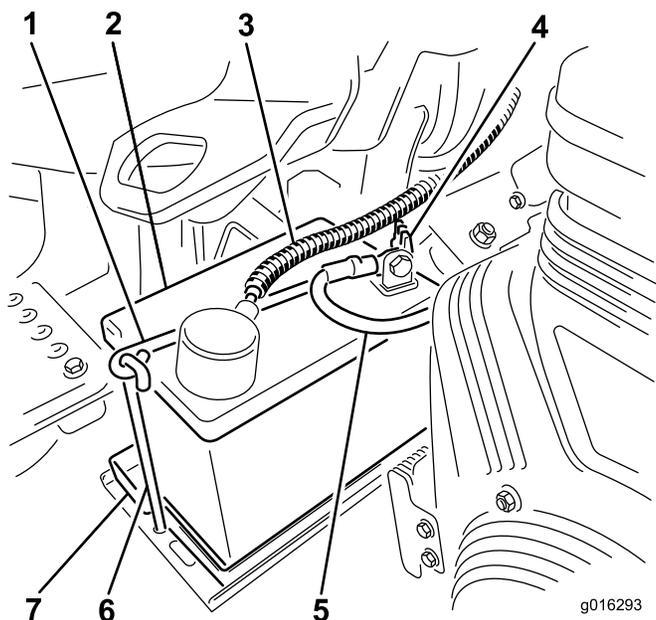

Рисунок 8
7. Поместите аккумуляторную батарею на поддон аккумуляторной батареи и закрепите ее ранее снятыми зажимом и деталями крепления (Рисунок 8).
8. Установите положительный кабель (красный) на положительную клемму (+), а отрицательный кабель (черный) на отрицательную (-) клемму аккумуляторной батареи и закрепите их болтами и гайками (Рисунок 8). Наденьте на плюсовую клемму резиновый чехол для предотвращения возможного замыкания на массу.